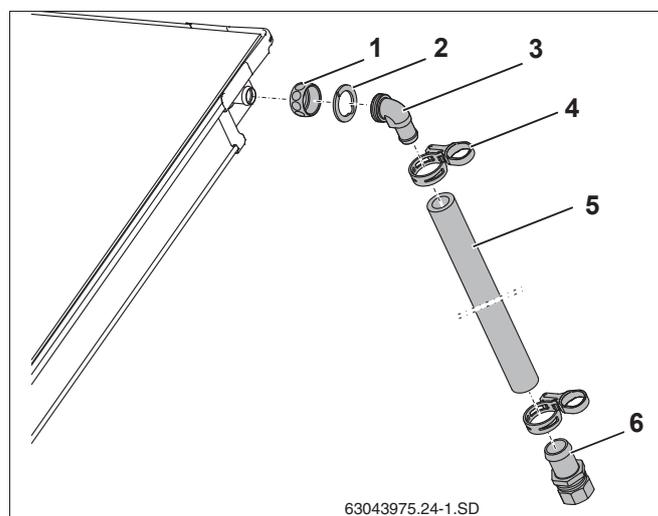

Рис. 35 Монтаж подающей линии
- ▶ Наденьте накидные гайки (рис. 35, поз. 1) на штуцеры коллектора.
- ▶ Уложите зажимную шайбу (рис. 35, поз. 2) за выступ штуцера коллектора и нажать на нее.
- ▶ Наденьте на штуцер угловой наконечник с кольцом (рис. 35, поз. 3), надавив на него, выровняйте и затяните накидной гайкой.
- ▶ Наденьте длинный шланг (1000 мм, рис. 35, поз. 5) на угловой наконечник и закрепите пружинным хомутом (рис. 35, поз. 4).
- ▶ Вставьте наконечник с зажимным кольцом (рис. 35, поз. 6) в шланг солнечного коллектора до упора и зажмите пружинным хомутом.
- ▶ Подключите сборную линию к наконечнику R $\frac{3}{4}$  с зажимным кольцом (18 мм) (рис. 35, поз. 6).